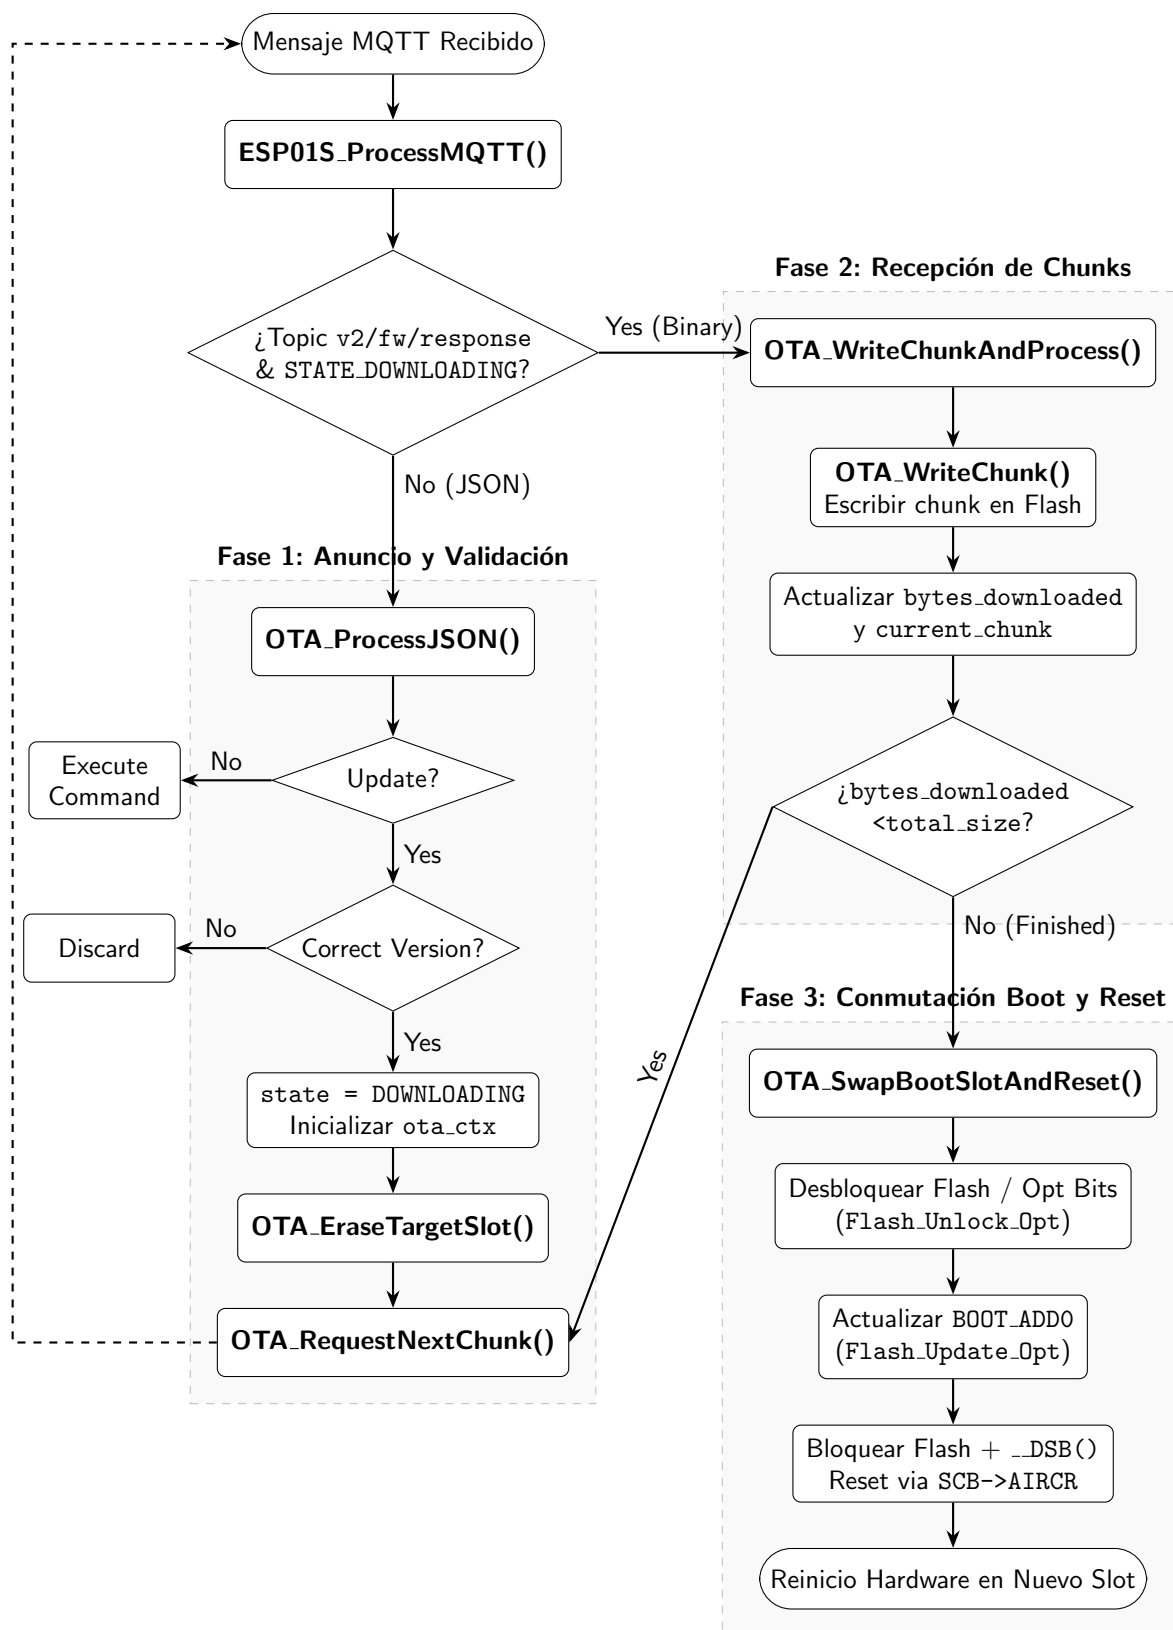

Figura 40: Diagrama de flujo de recepción OTA
Y... listo! Tras este proceso el procesador comenzará a ejecutar en el *slot* correspondiente. Al arrancar volverá a recibir la información del *firmware* disponible y, viendo que ya está actualizado, continuará su funcionamiento de manera normal. Podemos ver un resumen gráfico de todo el proceso en la Figura 40.